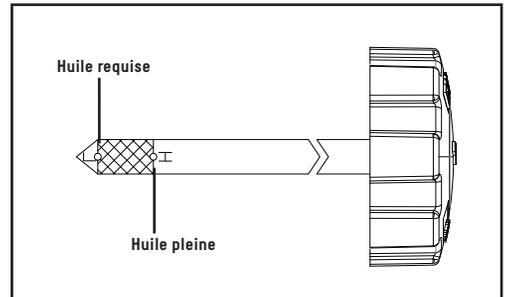

Figure 22B
3. Insérez la jauge dans la goutte de remplissage de l'huile, mais ne la vissez pas, puis retirez-la pour vérifier le niveau d'huile (figure 22B).
4. Si le niveau d'huile est inférieur au repère inférieur sur la jauge d'huile ou s'en approche, retirez la jauge, puis remplissez le réservoir avec l'huile recommandée jusqu'au repère supérieur. N'ajoutez pas trop d'huile (figure 22B).